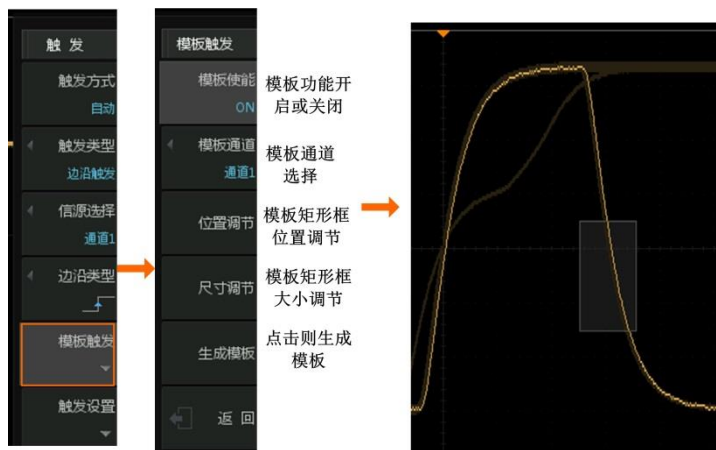

图 10.11 模板触碰功能菜单
某些信号出现频率低，无法观察其特征，难以通过标准触发将信号触发出来的情况下，模板触碰对特殊信号的触发提供了便利。模板触碰功能菜单如图 10.11 所示。
- 3、点击【Trigger】进入触发菜单,点击菜单右侧相应软键【模板触发】,设置【模板使能】为“ON”,如图 10.11 所示,屏幕上出现一个白色矩形框;